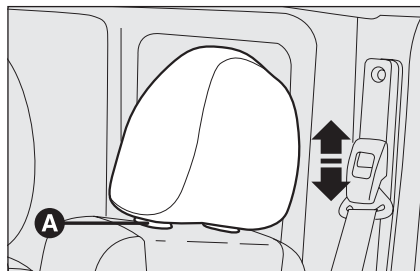
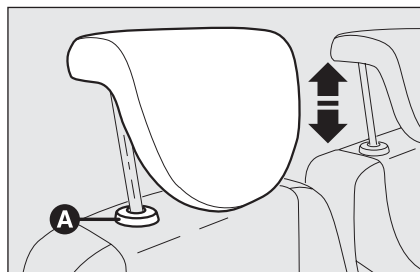

fig. 33
fig. 34
- ☐ premere i tasti **A-fig. 33** o **A-fig. 34** ed abbassare l'appoggiatesta.